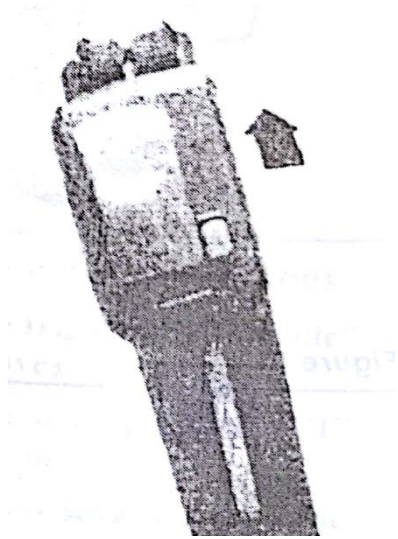

Figura 2
2.coloque el interruptor de parada en la posición O "Stop". Vea figura 2.